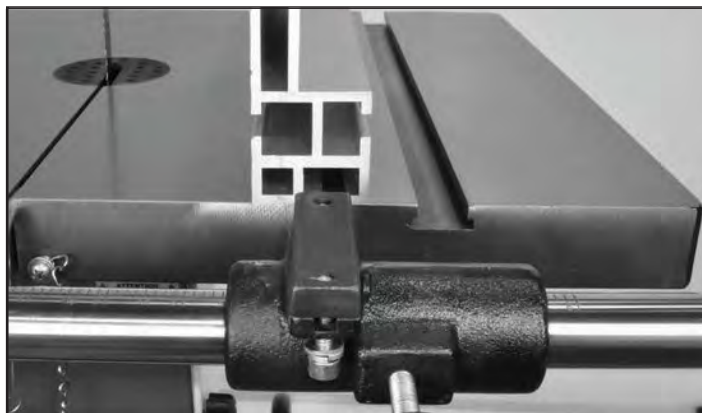
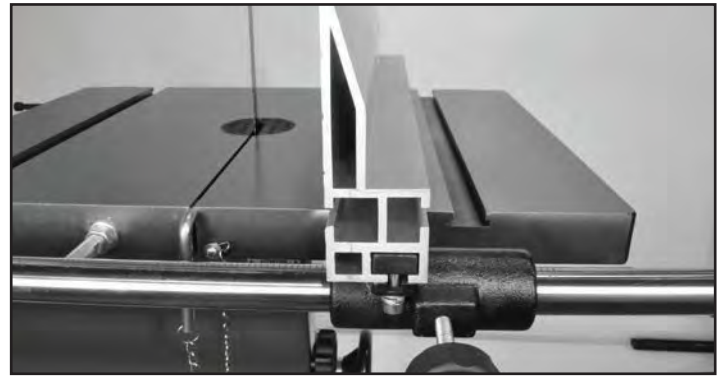

FIGURE 37
FIGURE 38
4. Mettre la barrière autour de bout en bout à 180 ° et le faire glisser en arrière sur le bloc coulissant. Fig. 37. Une fois en place, resserrer les deux vis à tête hexagonale pour fixer la barrière en position sur le support. Fig. 38.